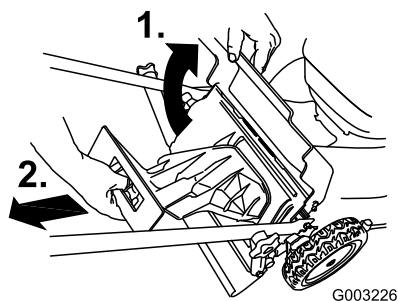

Figure 24
- Soulevez le volet arrière et gardez-le dans cette position (Figure 24).
2. Retirez l'obturateur de l'éjecteur arrière (Figure 24).